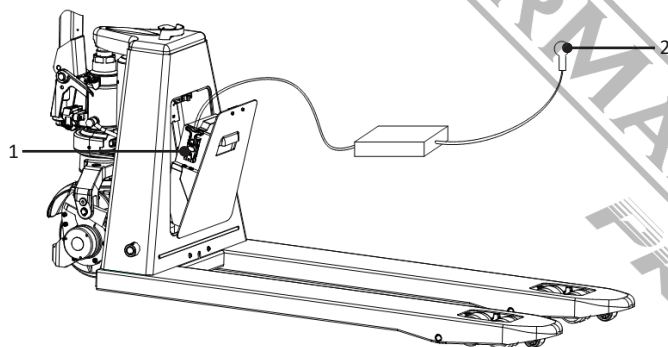

Fig. 17
4. Conectați capătul de ieșire (1) al încărcătorului cu bateria. (Fig. 17)
5. Conectați capătul de intrare (2) la sursa de alimentare externă. (Fig. 17)